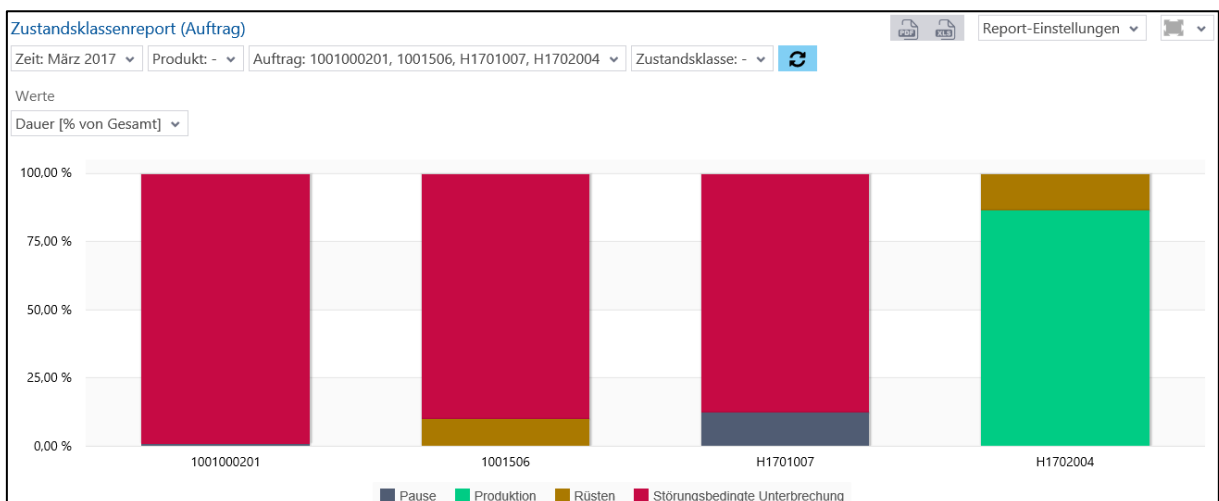

Bild 75: Zustandsklassenreport (Auftrag) als Säulendiagramm
- Zustandsklassenreport (Auftrag) als Säulendiagramm (Bild 75):